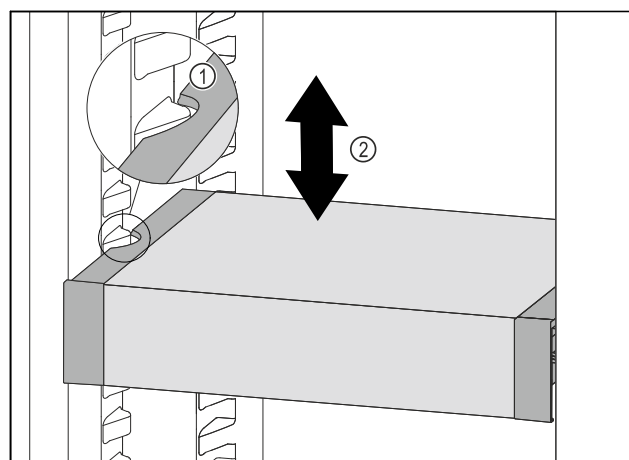

Fig. 124
- VarioSafe nach vorne ziehen, bis sich die seitlichen Aussparungen des VarioSafes auf Höhe der Behälterrippe im Kühlteil befinden. Fig. 124 (1)
- VarioSafe im Kühlteil nach oben oder unten bewegen, bis gewünschte Höhe erreicht ist. Fig. 124 (2)